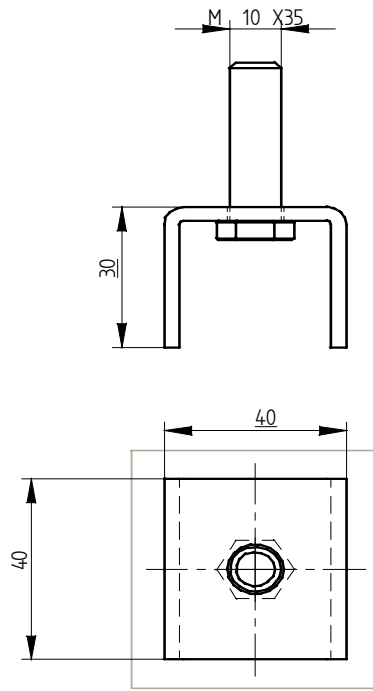
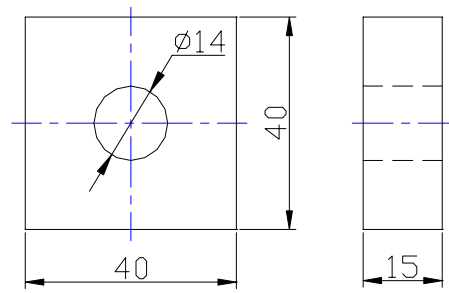
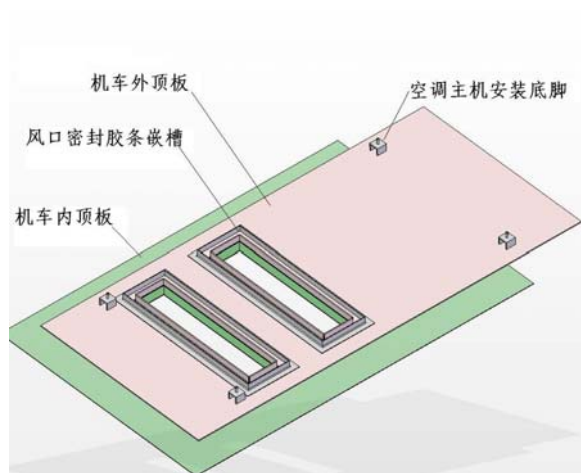

图 4 安装底座
图 5 减震垫
图 6
(2) 将 4 个安装底座（见下图 4），各放 1 块橡胶减震垫（见下图 5）。将 4 组零件装上空调主机 4 个安装脚上，放入不锈钢平垫圈、弹簧垫圈，用 M10 螺母稍微拧紧（见图 6）。